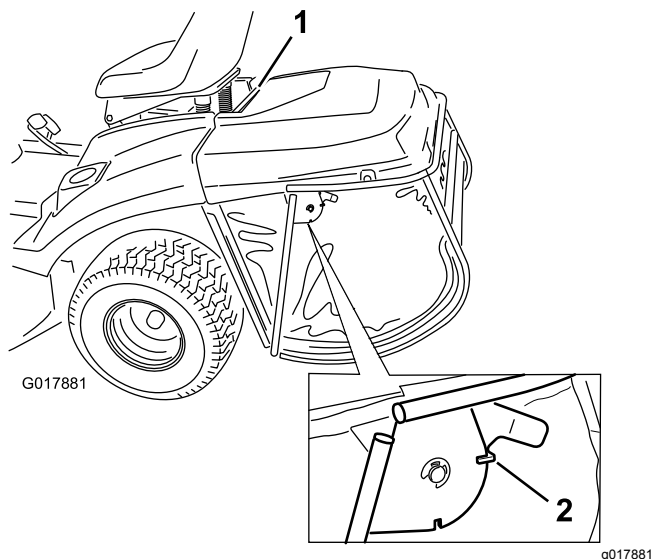

Figure 39
1. Enclenchez le verrou sur le bac à herbe (Figure 39).